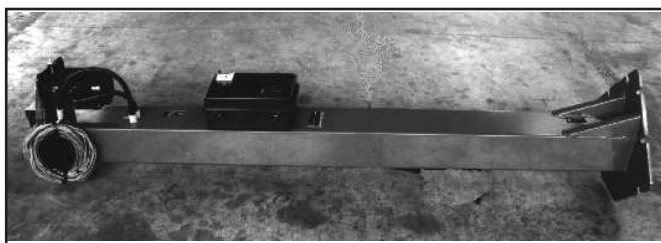

Fig.32 - Abb.32
1 - Posizionare la colonna comando come indicato in Fig.32.
1) Position the command post as shown in Fig.32.
1 - Placer la colonne de commande comme indiqué à la fig. 32.
1 - Die Steuersäule, wie in Abb. 32 gezeichnet, stellen.
1- Colocar la columna de mando, como se indica en la Fig. 32
2 - Die Steuerungssäule aufstellen, wie in Abb. 32 gezeichnet.